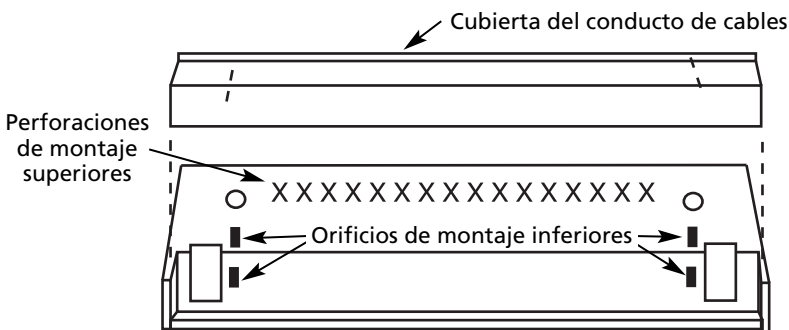

Figura 5
- Al montar el calentador, si se utiliza los orificios de montaje inferiores (consulte la Figura 5), asegúrese que los tornillos no dañen el cableado de suministro en el área que está detrás del calentador.
- Para tener acceso al conducto de cables, tienda el calentador con la cara abajo y extraiga dos tornillos como se muestra en la Figura 5. Destape los agujeros ciegos en las áreas de canal de ambas cajas de empalme.
- Coloque el calentador contra la pared (utilice las perforaciones estampadas con una cruz como una guía; consulte la Figura 5) y fíjelo a través de la hilera superior de orificios de montaje preperforados, usando al menos dos sujetadores, uno en cada extremo del calentador. Si la unidad se monta un tanto elevada sobre el piso para permitir la instalación de una alfombra debajo del calentador, se suministran dos orificios de montaje adicionales en cada extremo, debajo del elemento. Esto le permitirá a usted atornillar el calentador en la solera inferior si la longitud de la